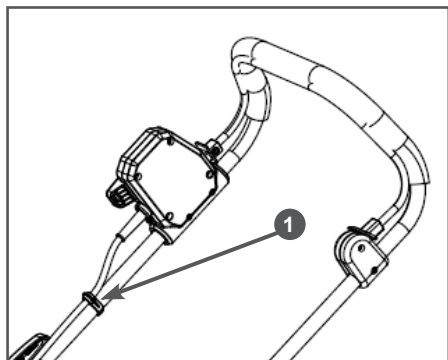

Рис. 5 Установка зажима кабеля
- Прикрепите кабель к рукоятке газонокосилки с помощью зажимов для кабеля (см. Рис. 5).